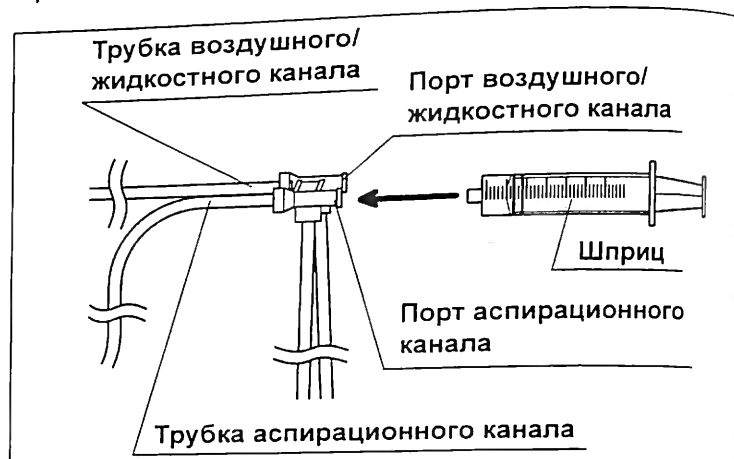

рисунок 5.27
- 9 Присоедините шприц к порту аспирационного канала инжекторной трубки и продуйте аспирационный канал, используя не менее 90 мл воздуха. (см. рис. 5.27)
- 3 Присоедините стерильный шприц объемом 30 мл к порту аспирационного канала инжекторной трубки и продуйте аспирационный канал с помощью 90 мл воздуха, то есть прокачав содержимое шприца не менее трех раз. Если из дистального конца вводимой части эндоскопа не выходят пузырьки воздуха, повторяйте продувку канала воздухом до появления пузырьков. (См. рис. 5.27)